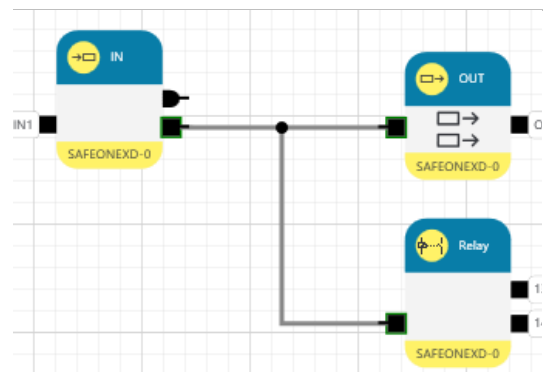

Abbildung 6-6
- ▶ Ziehen Sie dann den Mauszeiger zum gewünschten Eingangspin. (Abbildung 6-6)